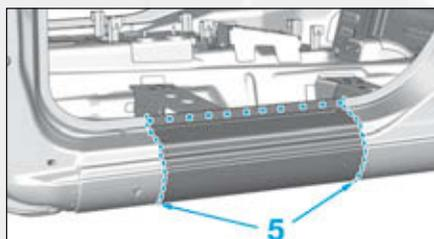

FIG.121
- par cordons MAG en (5) puis meuler les cordons de soudure (Fig.121),